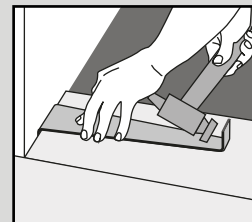

Rys. 3b
4. Rozpocząć drugi rząd, mocując pióro do wpustu metodą klik; deskę trzymać pod kątem (około 30°), a następnie wcisnąć deskę/plytkę ciasno we wpust pierwszego rzędu. Zamontować kolejną deskę zazębiając pióro i wpust wzdłuż krótkiej krawędzi. Ostrożnie połączyć pióro i wpust po długiej stronie, zestawiając deski/plytki pod kątem (Rys. 3). Plytki i deski należy montować przesunięte względem siebie, aby cztery kąty nigdy się nie spotykały (Rys. 3a i Rys. 3b).